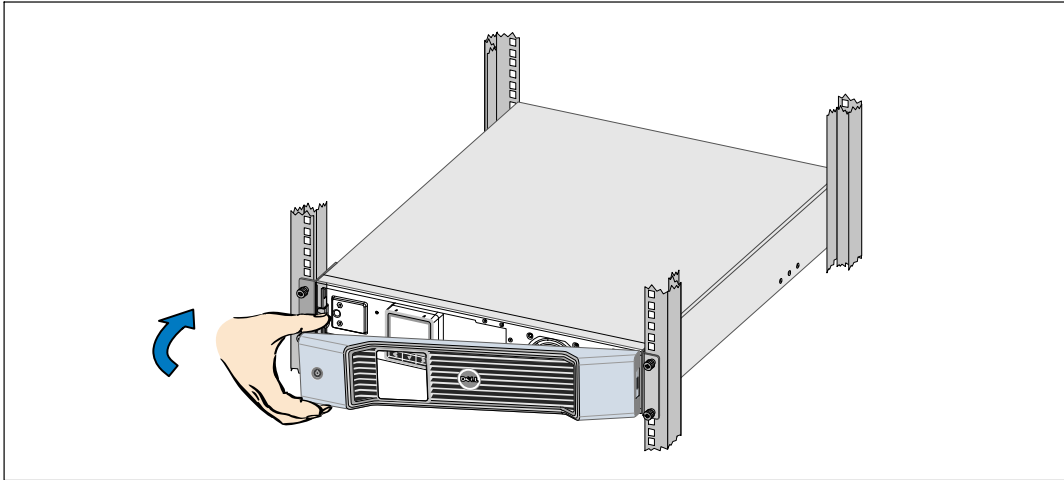

Abbildung 37. Auswechseln der vorderen Abdeckung der USV
- 8 Wechseln Sie die vordere Abdeckung der USV aus (siehe Abbildung 37).